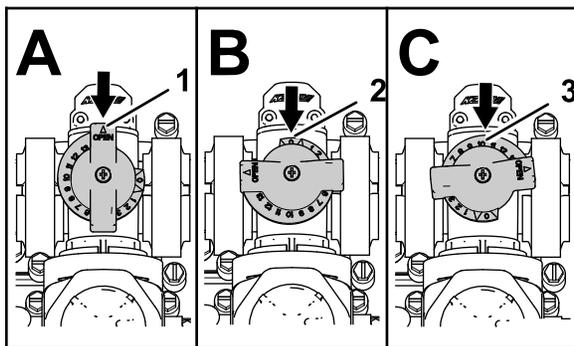

Figura 28
- A válvula de derivação da agitação está na posição Fechada, como se mostra na Figura 28 A.